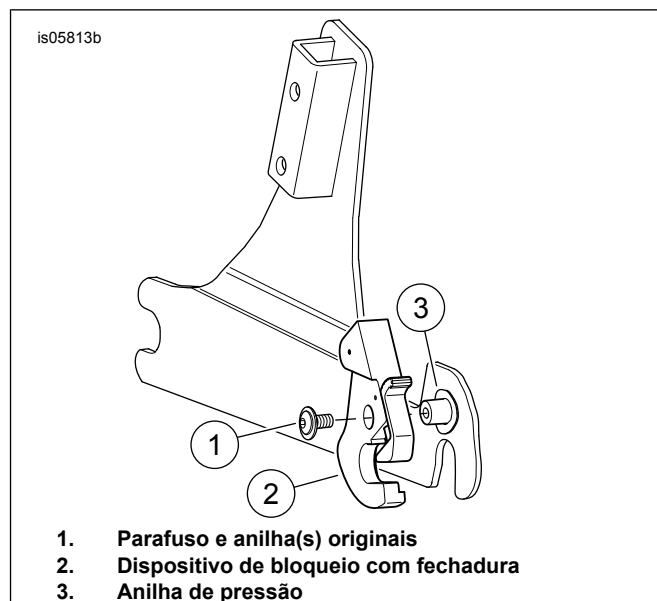

Figura 7. Instalação na parte interna do lado direito (mecanismo de desbloqueio oculto)
1. Ver Figura 7 . Remover o dispositivo de bloqueio sem fechadura do lado direito. Deixar a anilha de pressão do lado direito na unidade de montagem do lado direito.